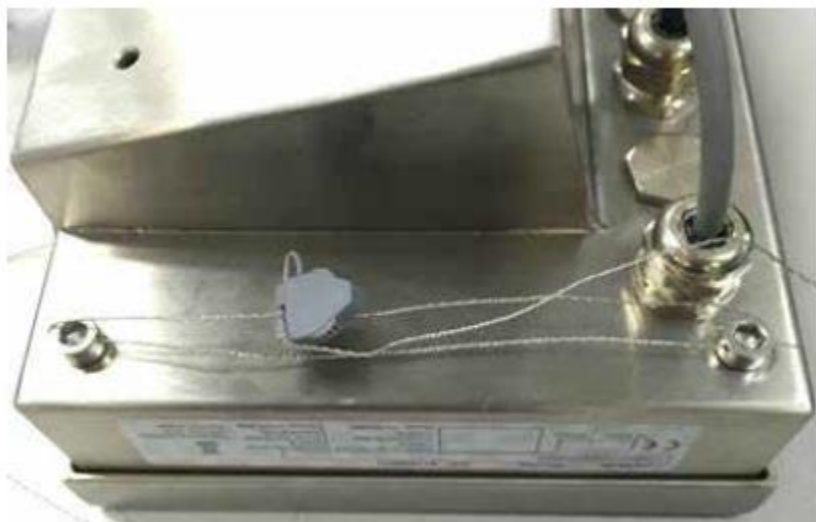

图 5-5: 铅封方法
IND256x 的铅封细节见图 5-5，具体步骤如下：
2. 用铅封线穿过相邻的 2 个铅封螺钉的孔中后固定铅封座即可（如图 5-5）